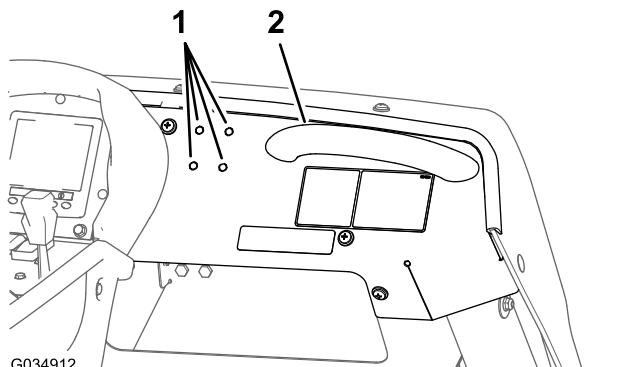

Figure 129
- Localisez les 4 trous prédécoupés ($\frac{1}{4}$ ") dans la planche de bord situés à gauche de la poignée de maintien (Figure 129).
- Enlevez la partie prédécoupée des 4 trous sur la planche de bord (Figure 129).